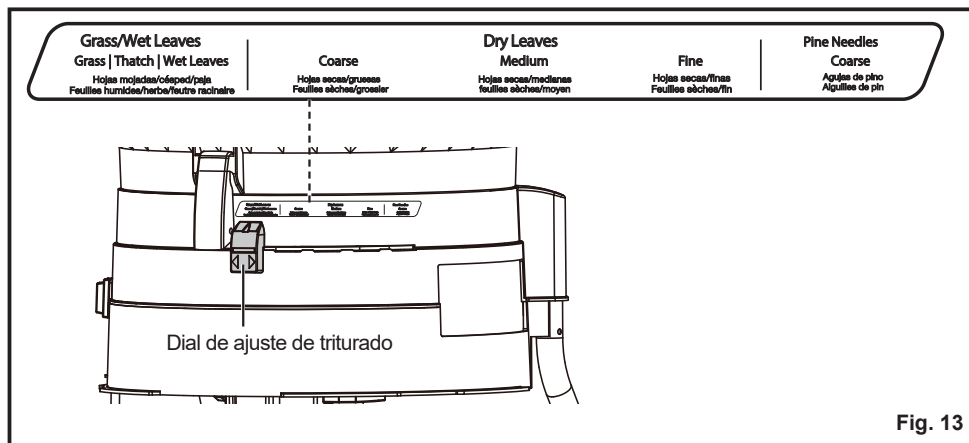

Fig. 13
- Utilice los ajustes especiales para agujas de pino, recortes de césped y paja según sea necesario. Para obtener los mejores resultados, el material debe triturarse cuando esté seco (Fig. 13).